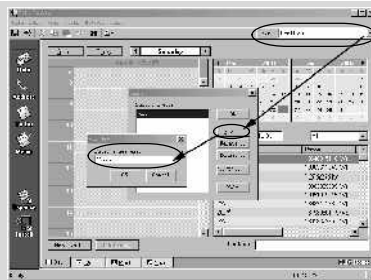
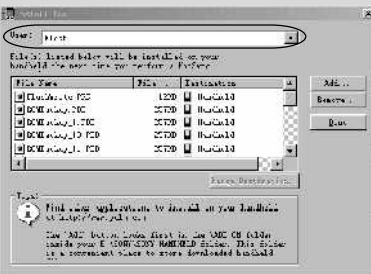

图 2
图 3
(3)在你 PC 上的 Desktop 软件中新增一个用户名“Flash”，方法是在 Desktop 右上角的“User”那里选择“Edit Users”，然后“New”一个“Flash”（图 2）。接着将“flashwrite.PRC”及 15 个 PDB 文档“Install”到这个新用户里（图 3）。